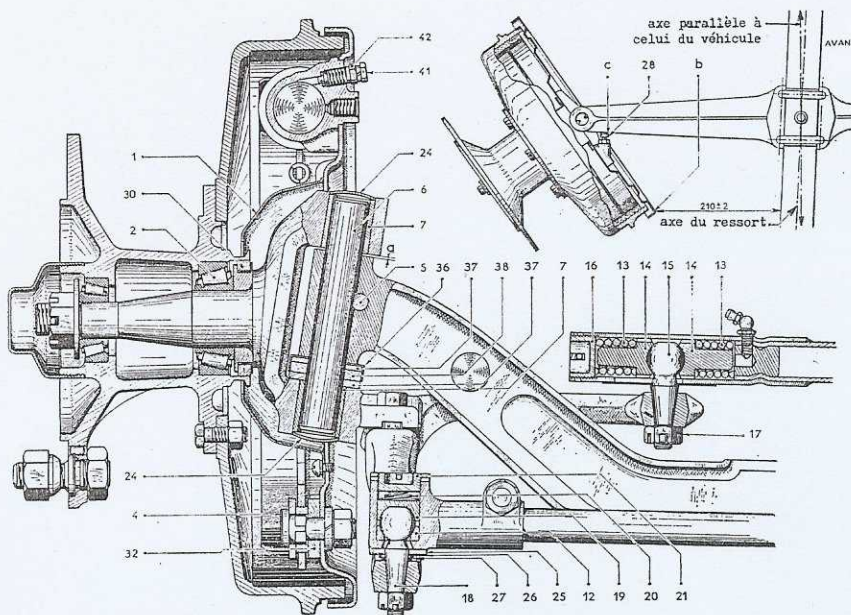

Fig. 29. — Coupe d'un train avant par l'axe d'un pivot
- Placer dans chaque boîte à rotule : 1 ressort (13) (fig. 29), une noix (14) la rotule (15) (sa sphère enduite d'huile), la deuxième noix (14), un ressort (13) et l'écrou rond à encoches (16).
- Serrer l'écrou à 2 m.kg et le desserrer ensuite d'un quart de tour environ pour que la rotule puisse articuler à la main ; goupiller l'écrou, placer le cache-rotule (17) sur la boîte.
- Fixer l'essieu sur un montage approprié ; son avant se reconnaît à la position, dans le patin, des trous des étriers (fig. 29).
- Préparer un axe, le toiler pour qu'il entre librement dans le corps et dans la fusée. Présenter la fusée sur l'essieu, la positionner à l'aide de l'axe, en intercalant, à la partie inférieure, la cuvette (36) la rondelle bronze (38) une rondelle acier de réglage entre fusée et corps (37).
Il doit subsister un jeu « a » compris entre 0,01 et 0,20 mm (fig. 29).
- Monter l'égouttoir d'huile (1) (fig. 29), en intercalant entre lui et le plateau, un joint papier enduit d'« Hermétic », serrer les vis (rondelle grower sous tête).
- Placer la rondelle porte-feutre (30) sur la fusée, monter le roulement Timken intérieur (2) (à l'aide d'un tube si nécessaire).
Le braquage est limité par la butée en « c » sur le corps d'essieu (fig. 29) de la vis de braquage (28) fixée sur le plateau de frein.